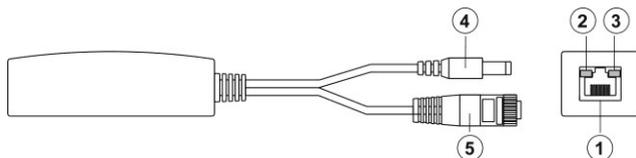

Рисунок 1 — Общий вид изделия
- Проверьте исправность устройств и правильность подключения, убедитесь в надежности соединений (см. рисунок 1,2) и подайте электропитание.